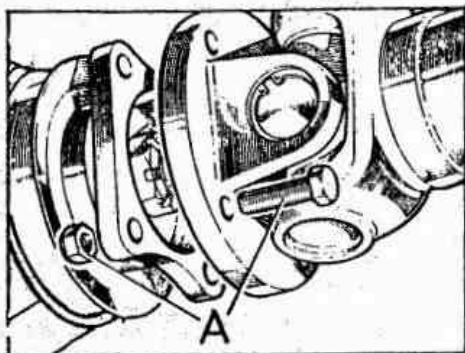

Fig. E -29 Arbol de transmisión para eje trasero
- 1.2. Soltar los pernos de fijación de la brida (Fig. E -29) y separar el árbol de transmisión para dejar libre el diferencial.